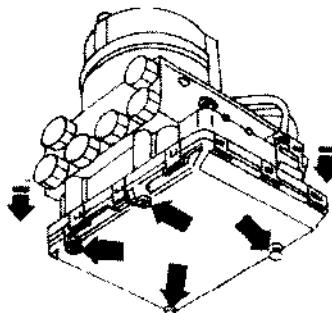

图7.76 拆下ABS ECU与调节器的连接螺栓
① 压下连接器侧的锁扣，拆开制动压力调节器上液压泵的线束连接器。
② 用专用套筒扳手拆下ABS ECU与制动压力调节器的四个连接螺栓。如图7.76所示。